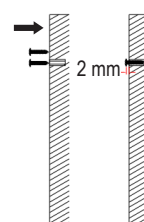

Abb. 2
- Wenn die Wand aus Gipskarton oder Beton besteht, schieben Sie die 2 mitgelieferten Dübel in die Bohrlöcher und schlagen Sie diese mit einem Hammer vorsichtig ein, bis Sie bündig mit der Wand sind (Abb. 2).
- Schrauben Sie die 2 mitgelieferten Montageschrauben so ein, dass die Schraubenköpfe **2 mm** aus der Wand hervorstehen, um den Ventilator aufzuhängen (Abb. 2).